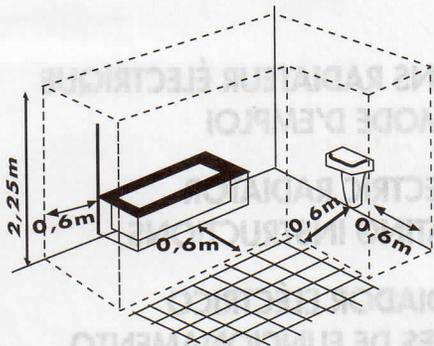

Fig. 1
Installez l'appareil en dehors de la zone de sécurité indiquée figure 1.
- les distances dans fig 1,2,3 4 soient respectées